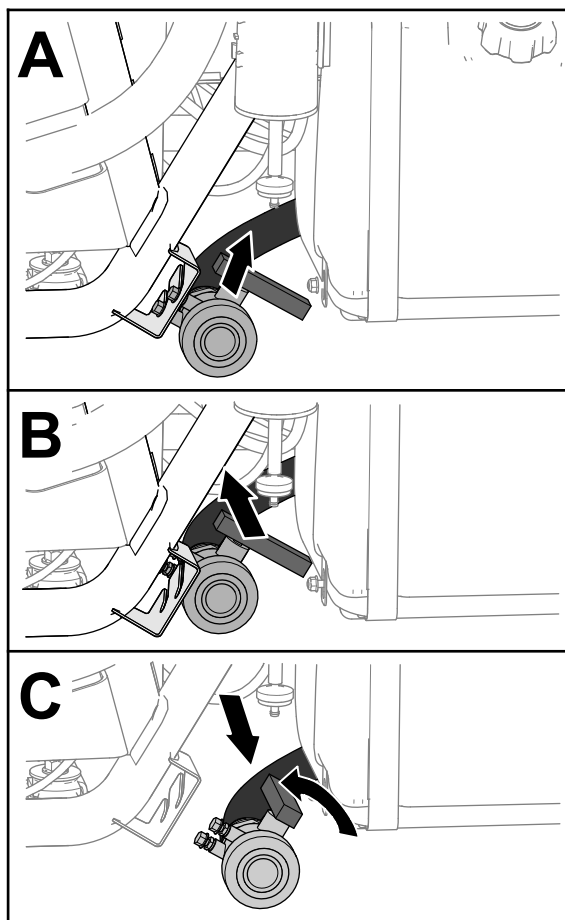

Figure 27
2. Localisez le robinet de vidange de la cuve sur le côté gauche de la machine, devant le réservoir de carburant (Figure 27).
3. Soulevez le robinet et déplacez-le vers l'intérieur jusqu'à ce que les goujons de montage soient dégagés des fentes dans le support, puis déplacez le robinet vers l'arrière (Figure 27).
4. Placez l'extrémité du robinet au-dessus du bac de vidange et tournez la poignée dans le sens antihoraire à la position ouverte (Figure 27).
5. Une fois la cuve complètement vide, tournez la poignée du robinet de vidange à la position fermée et remplacez le robinet sur son support (Figure 27).